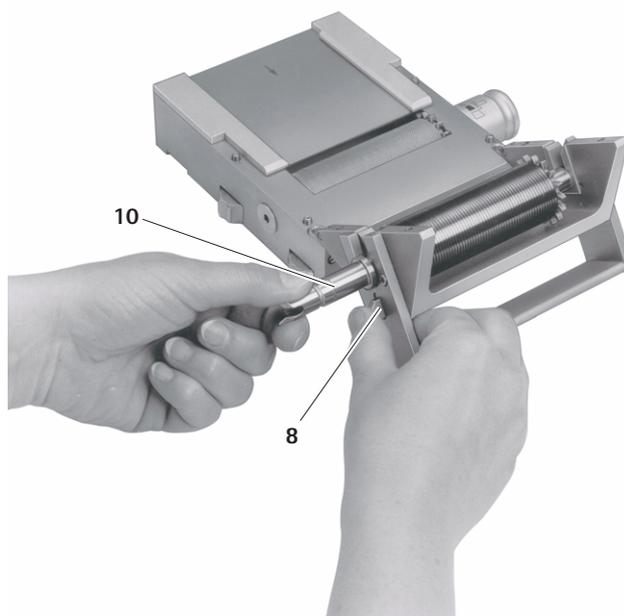

Fig. 3
- ▶ Mantener presionado el pestillo 8 y al mismo tiempo, tirar del vástago 10 para desacoplar el rodillo de corte 2, ver Fig. 3.
- ▶ Presionar el rodillo de corte 2 acoplado al vástago 10 hasta que encaje en los puntos de apoyo 20, ver Fig. 3.